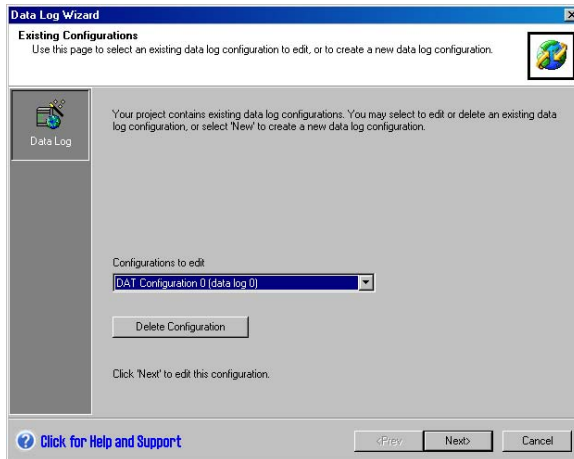

图14-4 编辑已有的数据归档配置
1. 如图14-4所示，点击下拉列表，选择一个已有的数据归档。